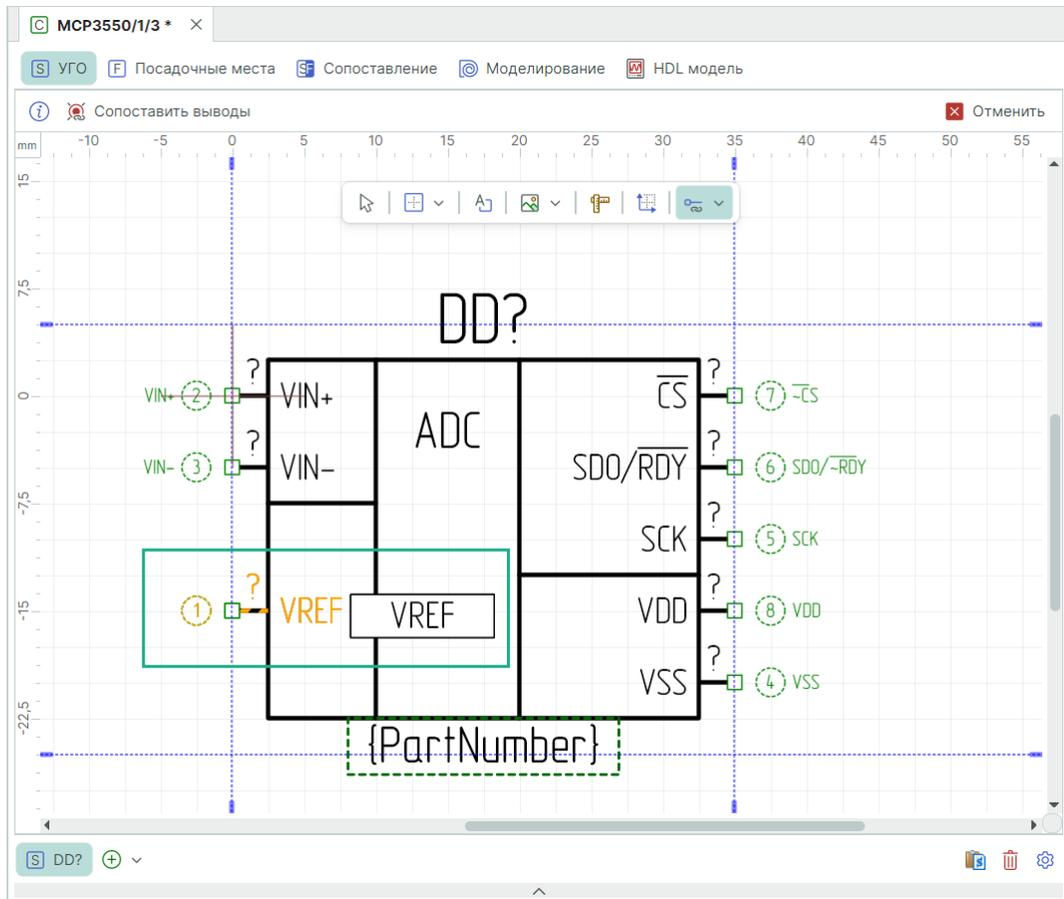

Рис. 296 Работа инструмента «Сопоставить вывод»
3. Под курсором при наведении на вывод УГО отображается его имя и метка, см. Рис. 296.